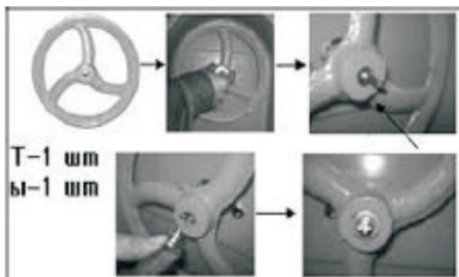

Рис. 15.
6.15. Вывинтите винт из вала и установите ведомый шкив (Т), зафиксировав его от проворота шпонкой (ы). Закрепите установленный шкив (Т) винтом как показано на Рис.15.